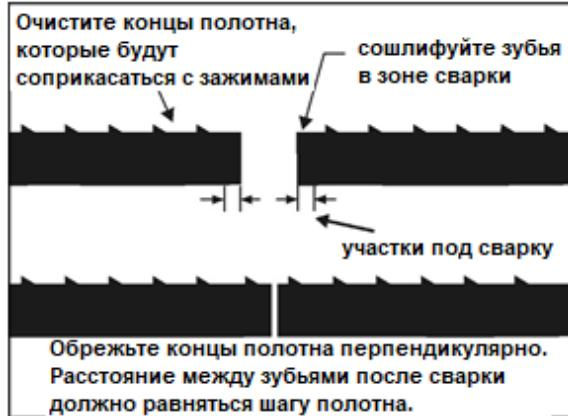

Рис. 16.
- Расположите полотно так, чтобы после отрезки и сварки расстояние между зубьями с обеих сторон шва было равно шагу зубьев полотна. См. Рис. 16.
На полотнах с мелким шагом может понадобиться сошлифовать один или несколько зубьев с каждой стороны от реза, чтобы подготовить место под сварку и сохранить шаг полотна. См. Рис. 16.